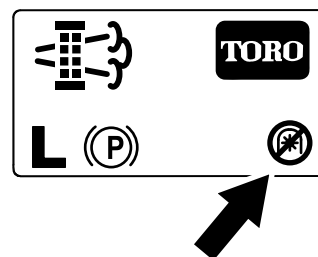

Figure 48
**Remarque:** L'écran d'accueil affiche l'icône de PDF désactivée (Figure 48).
**Remarque:** L'écran d'accueil affiche l'icône de PDF désactivée; voir Figure 48 à la section Messages de régénération en stationnement (page 39).